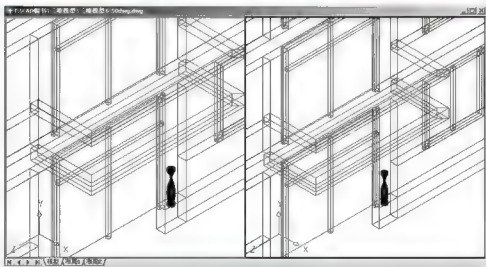

图 6.50 垂直平铺两个视口
- (1) 执行菜单栏中的【视口】|【两个视口】命令，在输入配置选项 [水平(H)/垂直(V)]<垂直>: 提示下，按 Enter 键执行尖括号内的默认值“垂直”，表示将要垂直平铺两个视口，结果如图 6.50 所示。